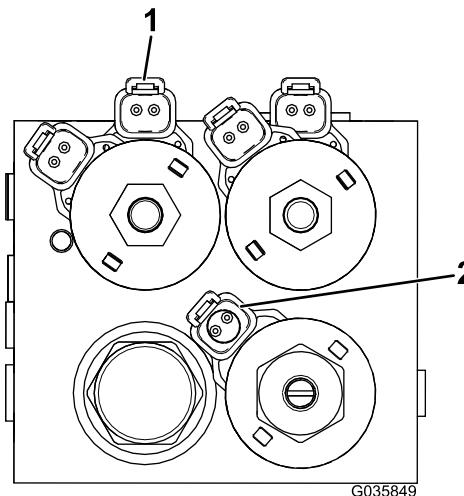

Bild 14
16. Ermitteln Sie die Hydraulikblockanschlüsse am Kabelbaum und stecken Sie sie in die entsprechenden Stellen am Hydraulikblock, siehe Bild 14.